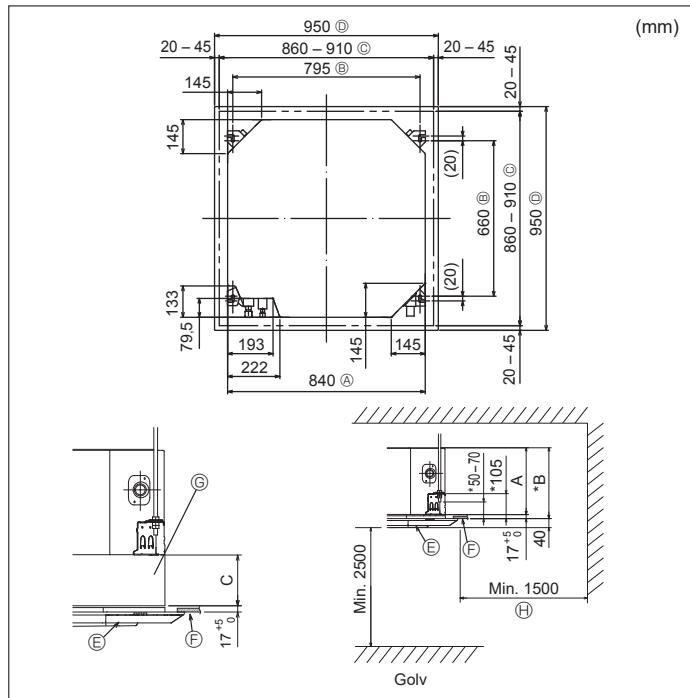

Fig. 3-2
#### 3.2. Taköppning och installationsplatser för upphängningsbultar (Fig. 3-2)
- Måttet på taköppningen kan regleras inom området visat i Fig. 3-2; så centrera huvudenheten mot taköppningen och försäkra att respektive motsatta sidor på alla sidor om spelrummet mellan dem blir identiska.